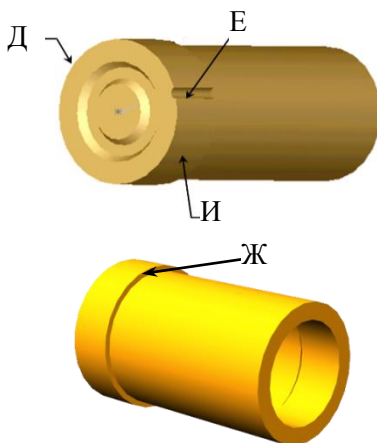

Рис. 3.6. Выбор плоскости и кромки
### Создание выемки (рис. 3.6)
1. Выбрать плоскость Д (рис. 3.6) и кнопкой  развернуться выбранной плоскостью к экрану.
7. Нажав кнопку  панели «Элементы», выполнить отверстие с граничным условием – до поверхности. В качестве поверхности выбрать торец Ж (см. рис. 3.6).
2. В появившемся диалоговом окне выбрать вариант задания пространственной оси – «цилиндрическая/коническая поверхность» – и указать поверхность И (см. рис. 3.6).